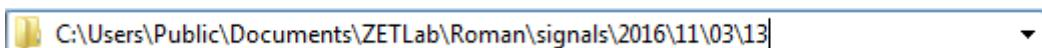

Рис. 3.8 Пример директории записанных сигналов
13. Откроется соответствующая папка «signals», где записанные сигналы отсортированы по времени проведения записи, и имеет следующую структуру «...signals\год\месяц\день\час». Пример приведен на Рис. 3.8